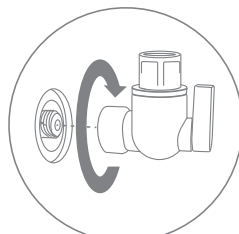

Рис. 16
4. Накрутите на резьбовой штуцер бака вентиль I (B1) или вентиль II (B2) до плотного прилегания к уплотнительной прокладке у основания (рис. 16), не прилагая чрезмерное усилие. Уплотнение резьбы не требуется.